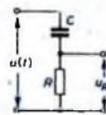

Bild 9. RC-Koppelglied
Die Ausgangsspannung $u_R(t)$ des Koppelgliedes nach Bild 9 läßt sich mit Gl. (32) oder Gl. (34) berechnen. Wählt man die Zeitkonstante τ groß gegenüber der Integrationszeit t , so folgt aus Gl. (32)
Zwischen dem RC-Koppelglied nach Bild 9 und einem RC-Differentiationsglied besteht, abgesehen von der Größe der Zeitkonstante τ , kein Unterschied. Während beim Koppelglied die Zeitkonstante $\tau = R \cdot C$ groß gegenüber der Impulsdauer sein soll, muß beim Differentiationsglied die Zeitkonstante τ klein gegenüber der Impulsdauer der zu differenzierenden Spannung $u(t)$ sein. Für die Berechnung der Ausgangsspannung $u_R(t)$ gelten die in den Abschnitten 2.3 und 2.3.1 abgeleiteten Formeln.